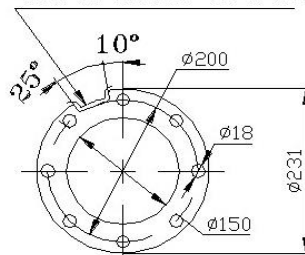

Рисунок 1
Агрегат CRS (см. рис.1) состоит из: насосной части поз. 1; электродвигателя поз. 2; проводов токоподводящих поз. 3; клапана поз. 4; таблички поз. 5; кожуха защитного поз. 6; сетки защитной поз. 7.
6.3.2 Водоподъемную трубу с муфтой ввернуть в патрубок агрегата до отказа (см. рис.1). По просьбе заказчика за отдельную плату могут поставляться переходные втулки, а также переходники с резьбы на фланец.